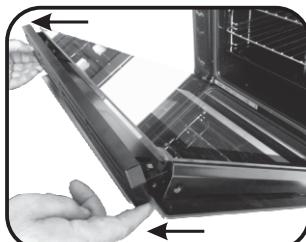

Rys. 2
- Przed rozpoczęciem czynności związań z myciem szyby zablokować zawiasy, jak pokazano na Rys. 2. Odblokować zawiasy po zakończeniu czynności. (Rys. 2)